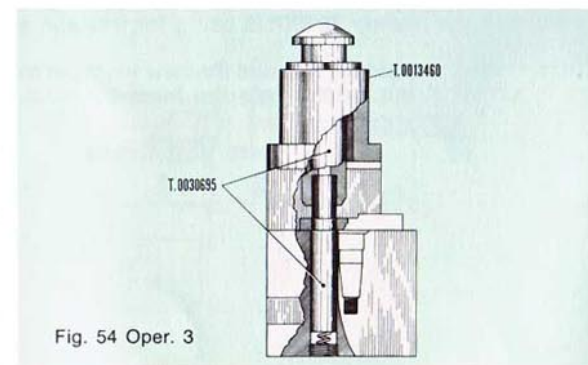

Fig. 54 Oper. 3
- 6) - Mount the oversized crank - pin and con-rod group to the shaft half flywheel side; after this operation mount shaft half, clutch side (see fig. 54 - 55 - op. 3 and 4).
- 6) - Montar sobre el semicigüeñal lado volante el grupo biela - muñequilla aumentado; luego montar el semicigüeñal lado embrague (ver op. 3 y 4 de la fig. 54 - 55).